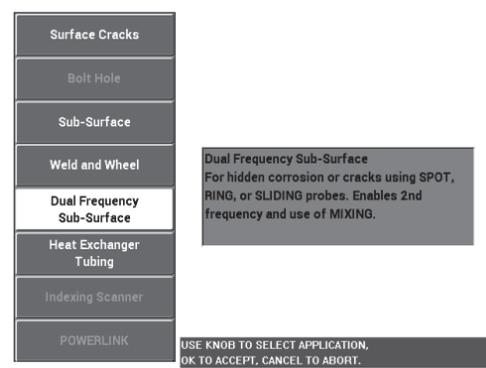

Figura 5-115 L'applicazione Doppia frequenza sottosuperficie
2. Premere una volta il tasto di menu ADV SETUP (), ed in seguito selezionare **SELEZ. APP.** (selezione dell'applicazione) [tasto A] per aprire il menu di selezione delle applicazioni. Selezionare **Doppia frequ. sottosup.** (doppia frequenza sottosuperficie) con la manopola, ed in seguito premere ✓ per confermare (vedere Figura 5-115 a pagina 221).